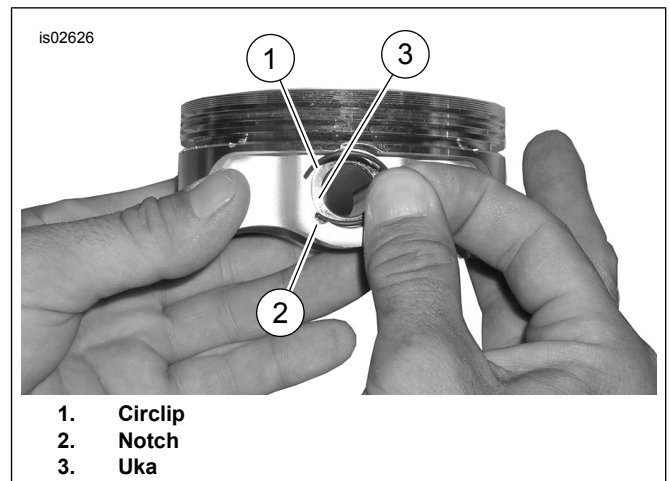

Figure 3. Circlip at Piston
1. Tingnan ang Figure 3 . Ipasok ang bukas na dulo ng circlip (1) sa bingaw (2) sa uka (3) sa paligid ng boss ng piston pin upang ang puwang ay nasa alas-12:00 o 6:00 na posisyon kapag na-install.